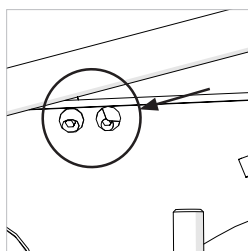

Fig. 27
Pour ajuster le couteau de tranchant desserrez légèrement les deux (2) vis de fixation (**Fig. 27**) en utilisant une clé cruciforme. Lorsque vous avez atteint le bon alignement, resserrez les vis de fixation.